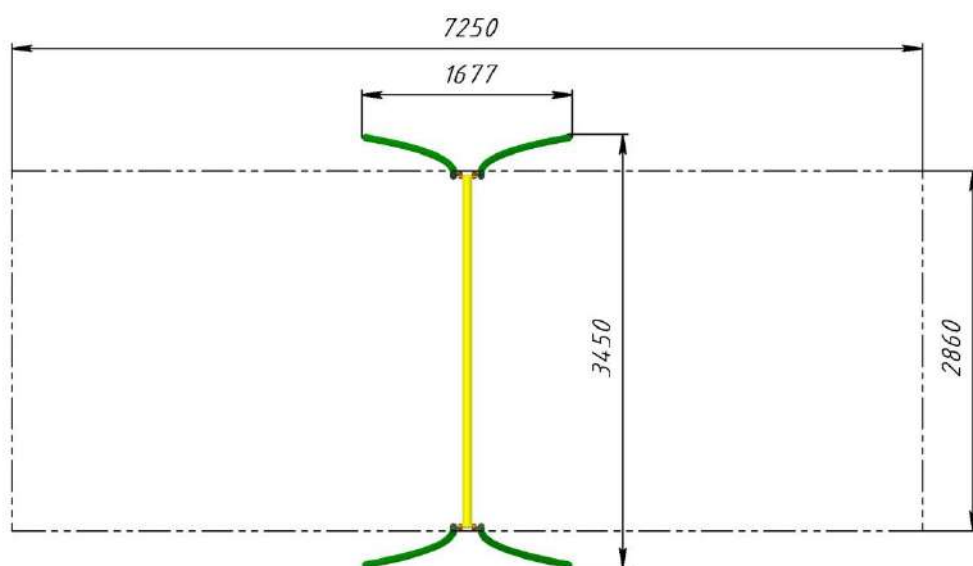

Рис.2 Безопасная зона приземления Рамы для качелей двойной РТР 50-2
3.5. Монтаж рамы для качелей проводится на ровном месте в соответствии с планировкой размещения всего оборудования площадки. При монтаже необходимо обеспечить безопасную зону приземления вокруг рамы для качелей в соответствии с рис. 2.